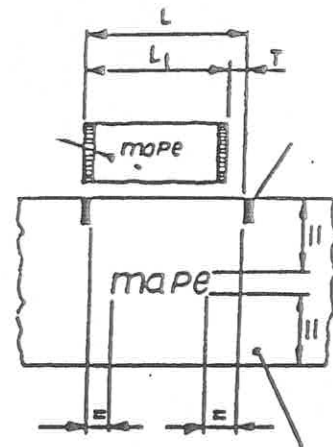

Fig. 38
- a) Des témoins rectangulaires (15x7 mm.), de préférence de couleur noire, doivent être imprimés au moins sur l'un des côtés latéraux du film (Fig.38). Ce sont ces témoins qui déterminent exactement la longueur du sachet.
De cette façon, vous obtenez la longueur théorique du sachet (L_t). Il faut ajouter à cette longueur une tolérance (T) pour éviter que le dessin ne soit coupé à cause des petites variations de coupe. Cette tolérance est généralement de 5 mm. Grâce à ces données, vous obtenez la longueur (L) entre les témoins (Fig. 38) comme suit :